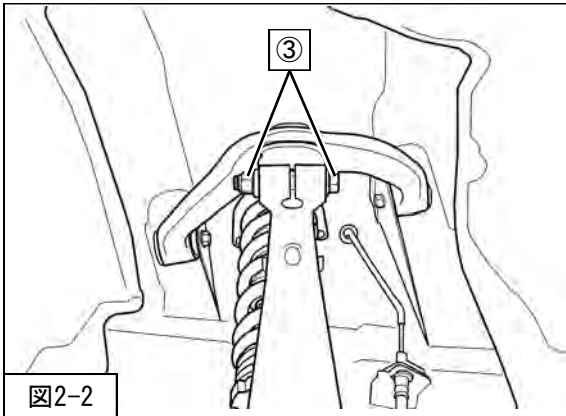

図2-2
- 3. ③アッパーリンク取付ボルト・ナット（締付トルク：55N・m）を取付けてください。（図2-2）